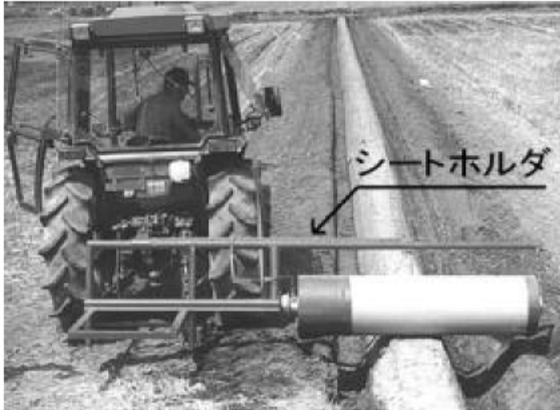

図1 シートホルダ
1. シートホルダは運搬用フレーム、保持用パイプ及びガイドフレームで構成されており、幅1～2m程度のシートロールをセットできる。図1に示すように、シートホルダをトラクタにセットし、ホルダとトラック荷台上のシートロールの芯の位置をあわせ、保持用のパイプを通し、ロックボルトで固定する。